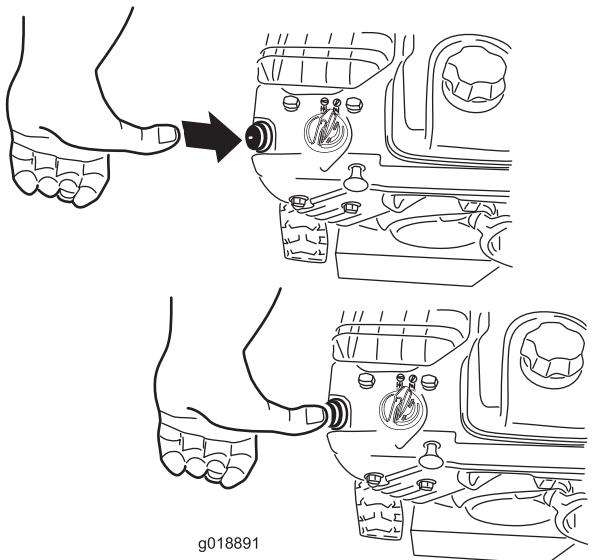

Figure 23
4. Appuyez fermement à 2 reprises sur l'amorceur avec le pouce (à partir de -9 °C [15 °F]) ou à 4 reprises (en dessous de -9 °C [15 °F]), en marquant une pause d'une seconde chaque fois (Figure 23).